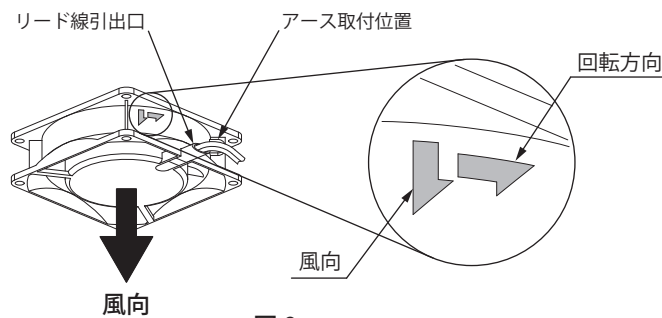

図 9
- ・ファンに刻印された風向の矢印が本製品の下側に向くように取付けてください。(図 9)